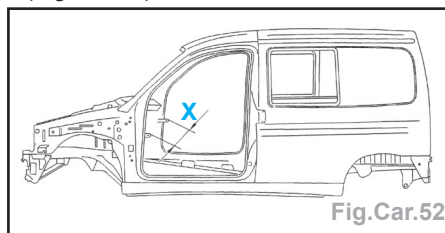

Fig.Car.52
- Contrôler l'écartement (X = 1405 mm) (Fig.Car.52).